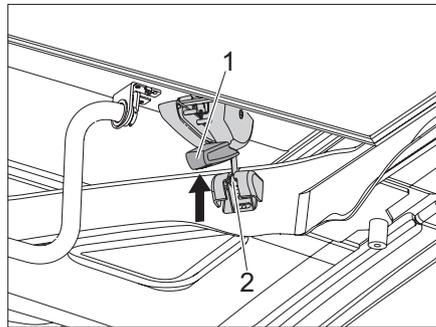

Fig. 43 Fissaggio dei bloccaggi
- ▶ Prima della partenza verificare che i ganci dei bloccaggi (Fig. 43,1) siano fissati correttamente a sinistra e a destra. All'occorrenza, regolare i bloccaggi conformemente alle istruzioni del produttore SCA.
- ▶ Spingere il perno (Fig. 43,2) nell'alloggiamento.
- ▶ Spingere in alto i bloccaggi (Fig. 43,1) a sinistra e a destra.
- ▶ Verificare che nel perno (Fig. 43,2) non siano presenti giochi.